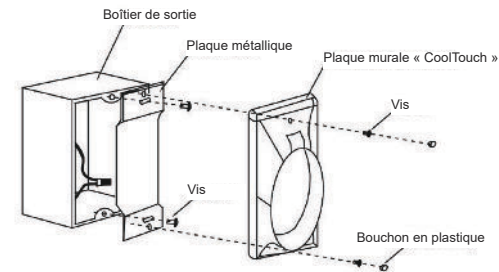

Fig. 23
**Étape 2.** Installez la plaque métallique et la plaque murale « CoolTouch » sur la boîte de prise murale existante avec les 4 vis fournies. Placez ensuite les deux chevilles en plastique dans la plaque murale. (Fig. 23)